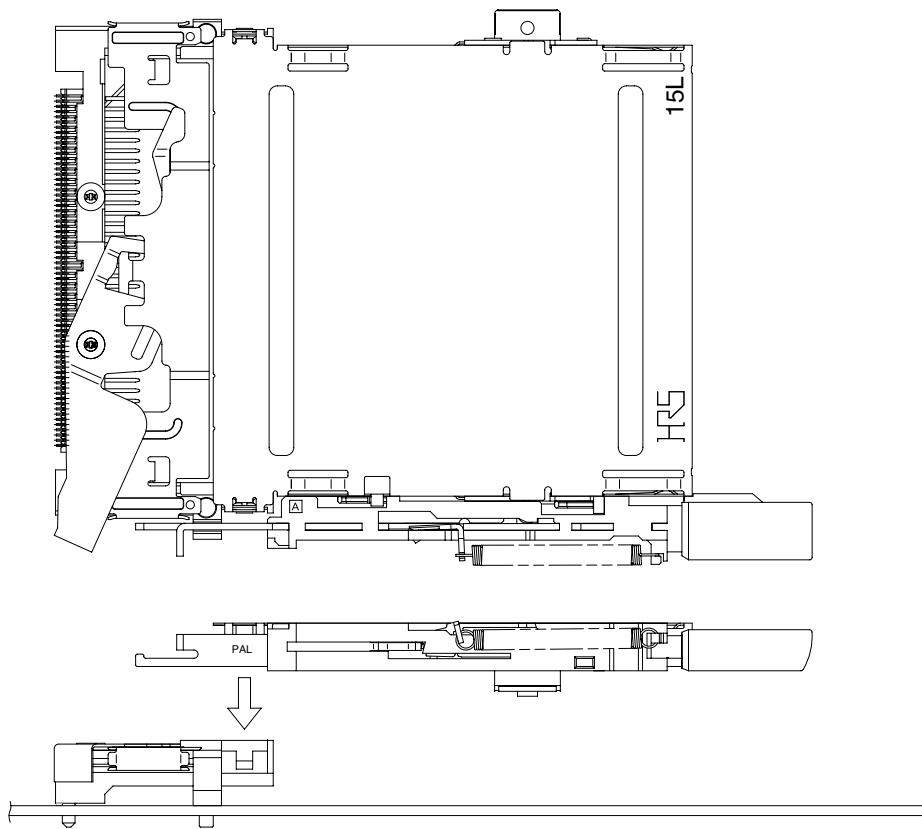

図3
(2) SMTユニットの絶縁ケースの左右の穴 (図4) にガイドユニットのシールド板の左右の突起 (図4) を位置合わせします。(図3)